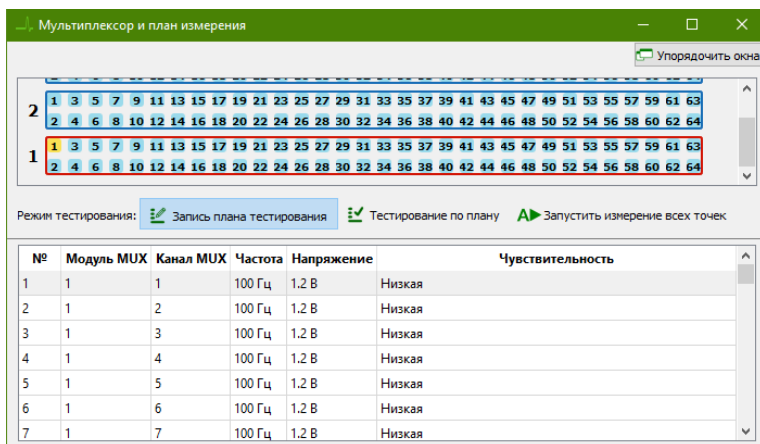

Рисунок 35. Окно Мультимплексор и план измерения ПО EPLab.
- Для записи плана тестирования в окне мультимплектора нажмите кнопку "Запустить измерение всего плана". Полученные ВАХ отобразятся в таблице (Рисунок 35).